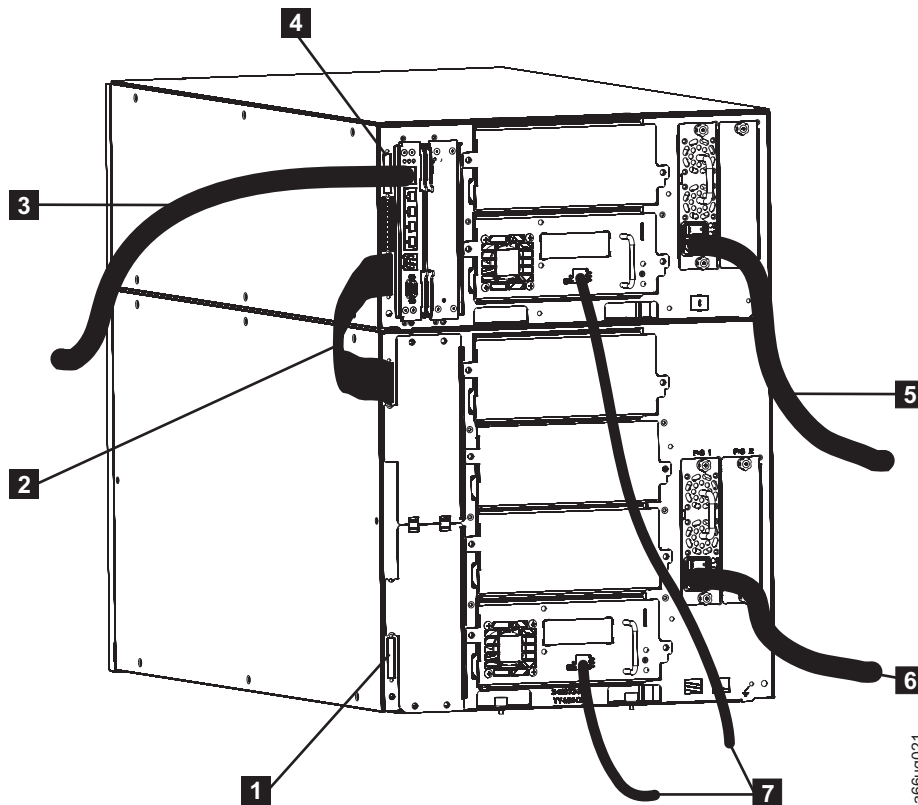

Figura 3-17. Cableado de una biblioteca de 14U con varias unidades Fibre Channel
1. Instale un terminador de comunicación de módulo en el receptáculo superior del módulo superior de la biblioteca (**4** en la Figura 3-17).
2. Instale un extremo del cable de comunicación de módulo a módulo (**2** de la Figura 3-17) en el receptáculo inferior del módulo superior de la biblioteca, a continuación, instale el otro extremo en el receptáculo superior del módulo inferior de la biblioteca.
3. Instale un terminador de comunicación de módulo en el receptáculo inferior del módulo inferior de la biblioteca (**1** de la Figura 3-17).
4. Instale un extremo del cable Ethernet proporcionado por el cliente (**3** de la Figura 3-17) en el puerto Ethernet de la unidad blade de control de biblioteca, a continuación, conecte el otro extremo del cable a la red.
5. Instale un extremo del cable Fibre Channel de la unidad (**7** de la Figura 3-17) en una unidad Fibre Channel de la biblioteca, a continuación, conecte el otro extremo del cable a la red. Repita este procedimiento para cada unidad Fibre Channel de la biblioteca.
6. Instale un extremo del cable de alimentación (**5** y **6** de la Figura 3-17 en la página 3-20) en el receptáculo de una fuente de alimentación de la biblioteca, a continuación, conecte el otro extremo del cable a la fuente de alimentación. Repita este procedimiento para cada fuente de alimentación de la biblioteca.
- Instale un extremo del cable Fibre Channel de la unidad (**7** de la Figura 3-17 en la página 3-20) en una unidad Fibre Channel de la biblioteca, a continuación, conecte el otro extremo del cable a la red. Repita este procedimiento para cada unidad Fibre Channel de la biblioteca.